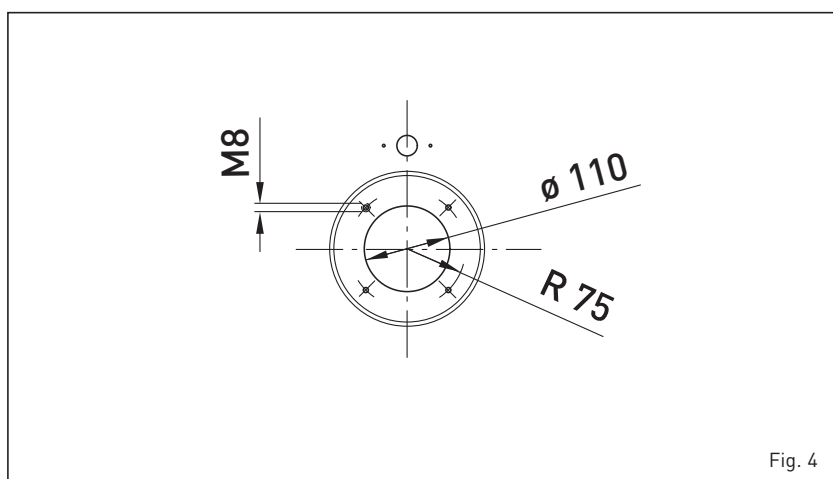

Fig. 4
1.7.2 Montaggio del bruciatore (fig. 4)
La porta della caldaia è predisposta per il montaggio del bruciatore (fig. 4). I bruciatori devono essere regolati in modo tale che il valore della CO₂ sia quello indicato al punto 1.3 con tolleranze $\pm 5\%$.